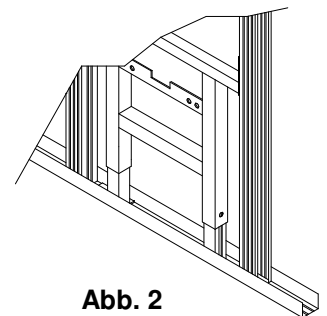

Abb. 2
- Die seitlichen C-Profile an die Laschen des Tragrahmens schieben, lotrecht ausrichten und mittels beige packter Bohrschrauben den Tragrahmen mit den CW-Profilen verschrauben (4 Stück je Seite). Dabei ist unbedingt zu beachten, dass die Auflageflächen des Tragständers bündig mit der Vorderkante des C-Profils abschließen (Abb. 2), damit eine feste Auflage mit der Innenseite der späteren Beplankung erreicht wird.